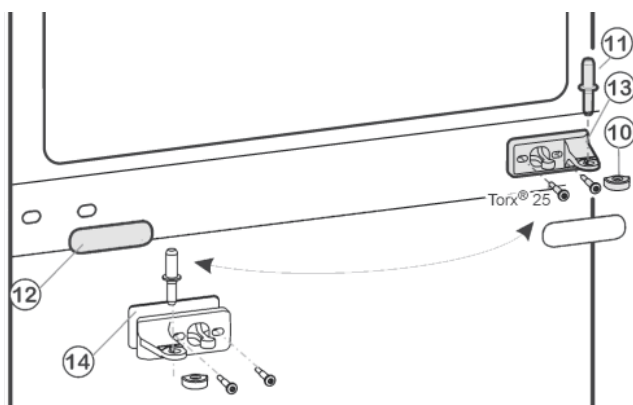
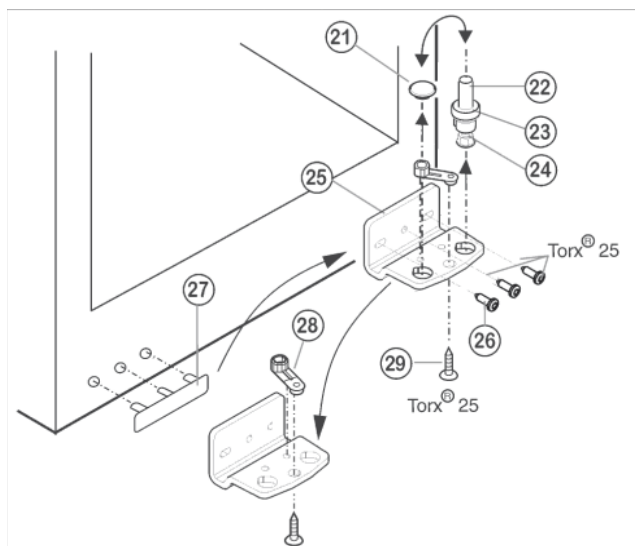

Fig. 5
Fig. 6
- ▶ Вытащите из опорного кронштейна и нижней дверцы средний опорный винт *Fig. 5 (11)*.
- ▶ Снимите пластмассовый колпачок *Fig. 5 (10)*.
- ▶ Открутите средний опорный кронштейн *Fig. 5 (13)* (2 шт. Torx® 25).
- ▶ Осторожно снимите накладку *Fig. 5 (12)*.
- ▶ Прикрутите средний опорный кронштейн *Fig. 5 (13)* с подкладкой *Fig. 5 (14)* с поворотом на 180° на новую сторону шарнира (с моментом 4 Нм).
- ▶ Защелкните накладку *Fig. 5 (12)*, повернув на 180°, на стороне, где теперь будет ручка.
- ▶ Извлеките опорный винт *Fig. 6 (22)* в комплекте с шайбой *Fig. 6 (23)* и регулируемой опорой *Fig. 6 (24)*, вытягивая его вверх.
- ▶ Снимите пробку *Fig. 6 (21)*.
- ▶ Открутите *Fig. 6 (26)* опорный кронштейн *Fig. 6 (25)*.
- ▶ Открутите *Fig. 6 (29)* опорную деталь *Fig. 6 (28)* и, переставив в отверстие на противоположной стороне опорного кронштейна, снова прикрутите.
- ▶ Осторожно снимите и переставьте на противоположную сторону крышку со стороны ручки *Fig. 6 (27)*.
- ▶ Снова прикрутите опорный кронштейн *Fig. 6 (25)* на новой стороне шарнира (с моментом 4 Нм). При необходимости используйте аккумуляторный шуруповерт.
- ▶ Переставьте пробку *Fig. 6 (21)* в свободное отверстие.
- ▶ Вновь установите опорный винт *Fig. 6 (22)* в комплекте с шайбой и регулируемой опорой. При этом фиксатор должен быть направлен назад.
- ▶ Установите нижнюю дверцу сверху на нижний опорный винт *Fig. 6 (22)*.
- ▶ Снова наденьте пластмассовый колпачок *Fig. 5 (10)* на средний опорный кронштейн *Fig. 5 (13)*.
- ▶ Вставьте средний опорный винт *Fig. 5 (11)* на новой стороне шарнира через средний опорный кронштейн *Fig. 5 (13)* в нижнюю дверцу.
- ▶ Установите верхнюю дверцу на средний опорный винт *Fig. 5 (11)*.
- ▶ При необходимости выровняйте дверцы через два продольных паза в нижнем опорном кронштейне Fig. 6 (25) и среднем опорном кронштейне Fig. 5 (13) параллельно корпусу устройства. Для этого выкрутите средний винт на нижнем опорном кронштейне Fig. 6 (25).